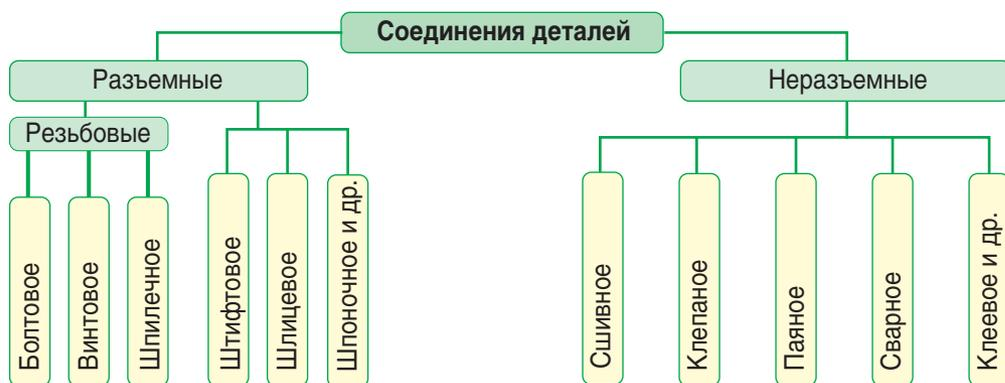

Рис. 91. Виды соединений
**Соединения деталей.** Многие изделия (например, машины) состоят из множества самых разнообразных деталей, которые соединяются различными способами. Способ соединения деталей зависит от материала самих деталей. В зависимости от характера выполнения соединений их разделяют на разъемные и неразъемные (рис. 91).